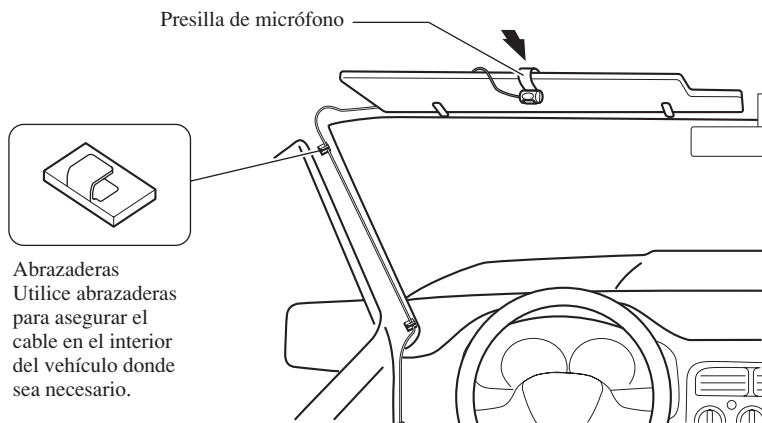

Fig. 20
2. Instale la presilla de micrófono en la visera. (Fig. 20)